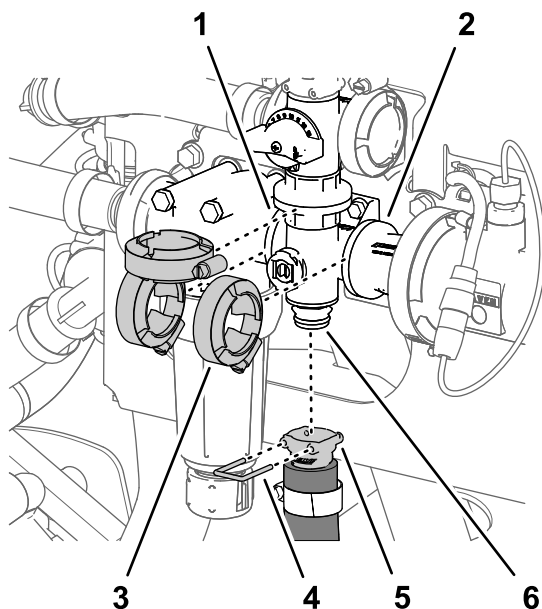
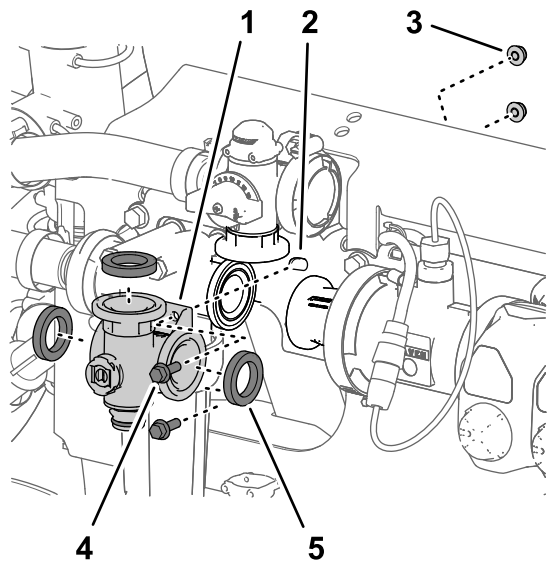

Figura 117
Figura 116
1. Allineate la flangia del collettore della valvola dell'agitatore e 3 guarnizioni alle flange della valvola di bypass dell'agitatore, della testa del filtro di pressione e dell'adattatore di accoppiamento (Figura 116 e Figura 117).
2. Fissate, senza serrare, il collettore della valvola dell'agitatore alla valvola di bypass dell'agitatore, alla testa del filtro di pressione e all'adattatore di accoppiamento (Figura 117) mediante i 3 morsetti flangiati rimossi in Rimozione della valvola del collettore dell'agitatore (pagina 81).
5. Serrate manualmente i 3 morsetti flangiati (Figura 117).
6. Montate l'accoppiatore rapido del flessibile dell'agitatore sul raccordo di collegamento rapido del collettore della valvola dell'agitatore mediante il perno di collegamento rapido (Figura 117).